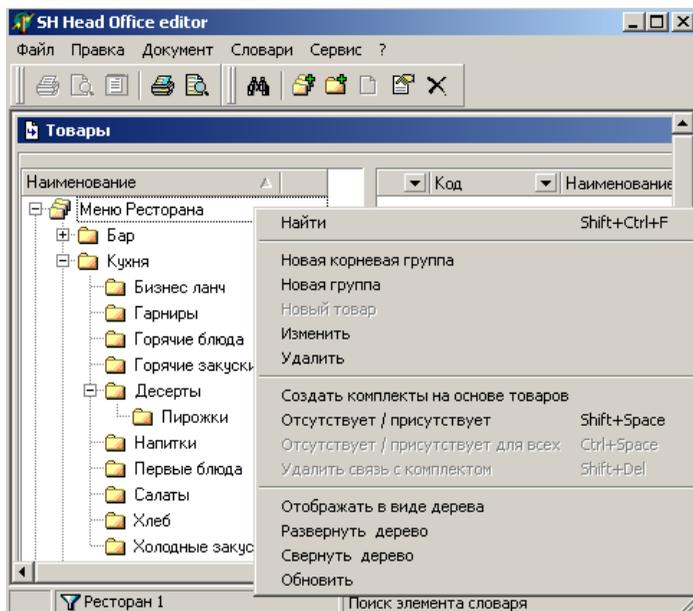

Рис. 6
**Всплывающее меню.** Большинство основных операций и некоторые дополнительные функции внесены во всплывающее меню – это меню, которое вызывается по нажатию правой клавиши мыши. Всплывающее меню является контекстным, т.е. оно различно для разных окон приложения (см. Рис. 6).